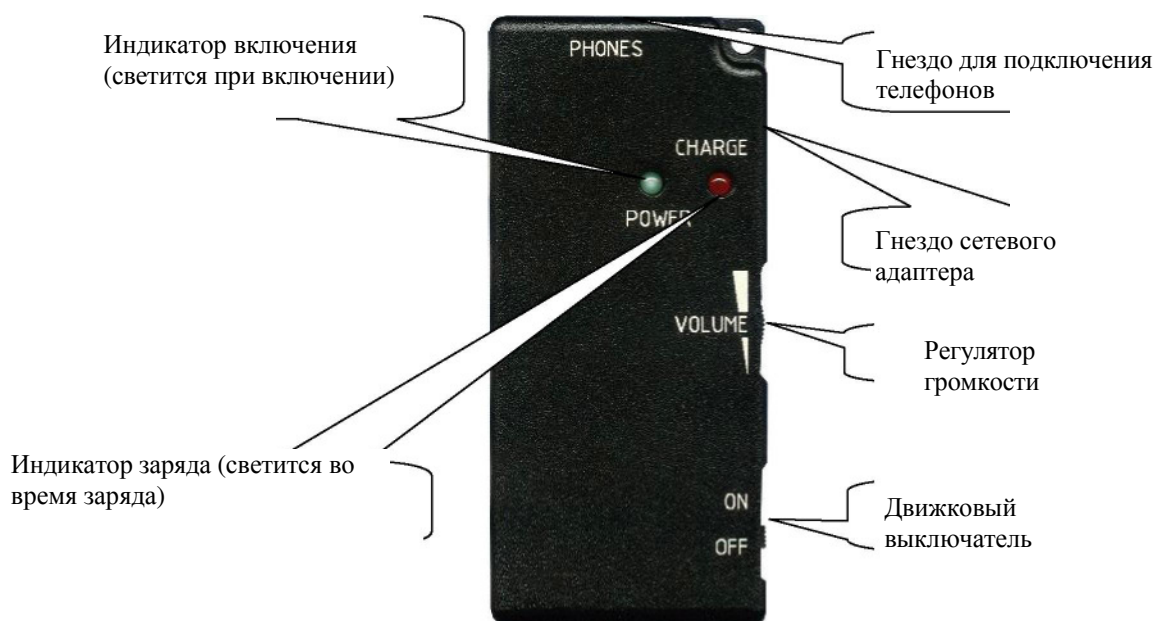

Рис.5.
4.4. На **боковой** поверхности пульта управления (см. 1 на рис. 5) располагается движковый выключатель питания обнаружителя. Контрастной точкой отмечено положение движка, соответствующее положению «ON» - включено.
Внешний вид ПРМ и расположение органов управления показан на рис.5.